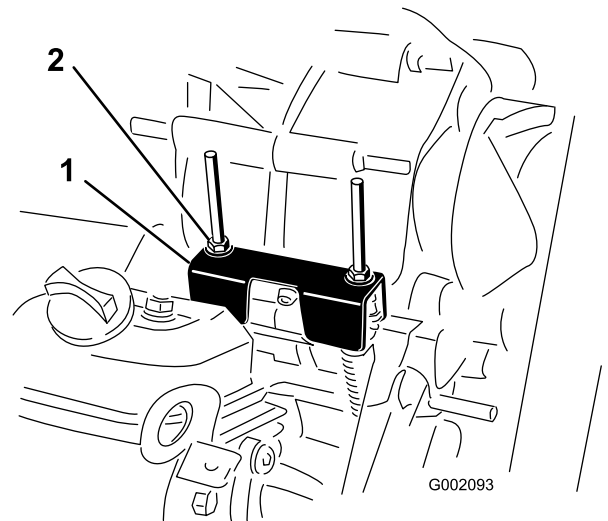

Figure 46
POINT MORT (Figure 46). La position POINT MORT de l'inverseur de marche commande le point mort de la boîte-pont. Pour vérifier que le point mort de l'inverseur de marche actionne correctement le point mort de la boîte-pont, procédez comme suit :
- Vérifiez que la patte de réglage du point mort est à la position POINT MORT (au même niveau que le support de fixation du câble situé sous la patte d'inversion de marche) en tournant l'embrayage d'entraînement (Figure 46).
- Tournez un des contre-écrous (Figure 46) pour obtenir un espace de 0,76 à 1,52 mm (0,03 à 0,06 po) entre le bas de l'écrou/la rondelle et la patte de réglage du point mort.